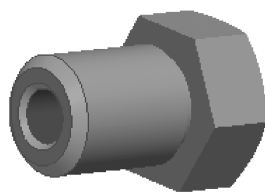

图 4-169 完成倒角
(18) 在图形区单击鼠标中键完成倒角，完成倒角后的模型如图4-169所示。
(19) 选择菜单栏中的【插入】|【修饰】|【螺纹】选项。